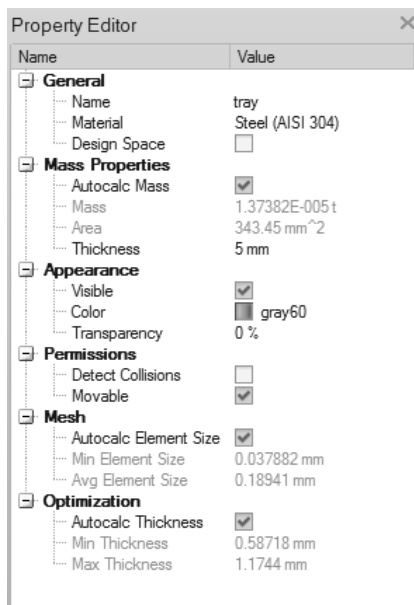

图 14-6
2) 选择 tray 零件, 然后在属性编辑器的质量属性下输入厚度 5 mm, 如图 14-6 所示。